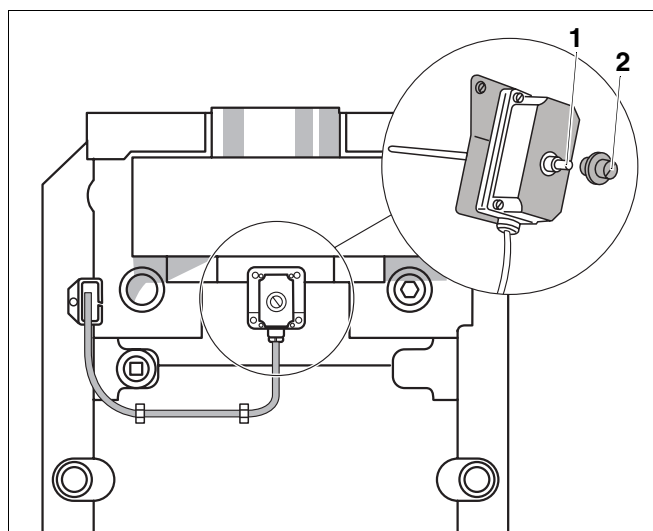

Fig. 3 Sistem de supraveghere a gazelor de ardere AW 10
- În cadrul sistemului de supraveghere al gazelor de ardere AW 10 (Fig. 3) îndepărtați capacul de protecție după câteva minute (Fig. 3, **Poz. 2**) și acționați tasta de deblocare (Fig. 3, **Poz. 1**)